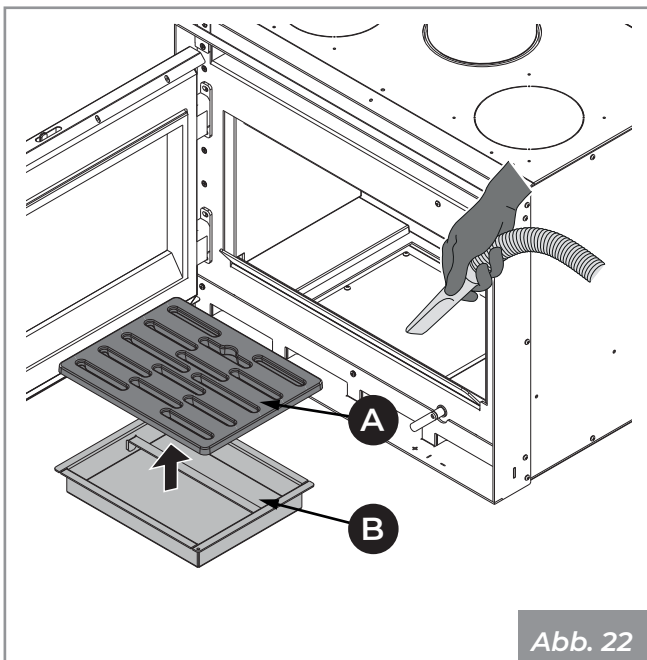

Abb. 22
- 1) Das Gitter sorgfältig reinigen (**A**) (**Abb. 22**). Das Rost herausnehmen und mit einem kleinen Besen (nicht mit geliefert) die Verbrennungsrückstände von der Feuerstätte in die Aschelade fegen.